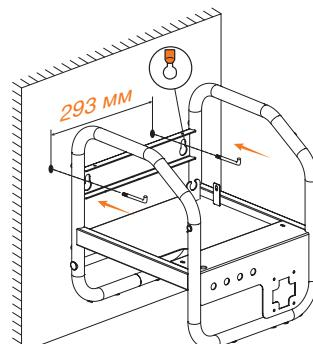

Рис. 2
- Определите положение установки: выберите твердую и устойчивую стену, отметьте точки сверления с горизонтальным расстоянием 293 мм на подходящей высоте (Рис. 2). Не устанавливайте на мягкие и полые объекты, на которых невозможно надежно закрепить мойку.